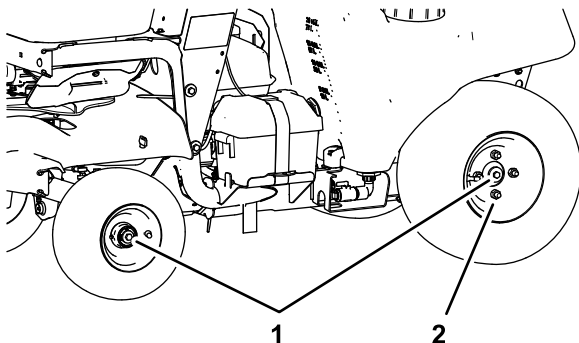

Figure 85
1. Serrez les boulons d'essieu (Figure 85) des roues avant et arrière à un couple de 43 à 52 N·m (32 à 38 pi-lb).
2. Serrez alternativement les 4 écrous (Figure 85) des roues arrière à un couple de 104 à 129 N·m (77 à 95 pi-lb).